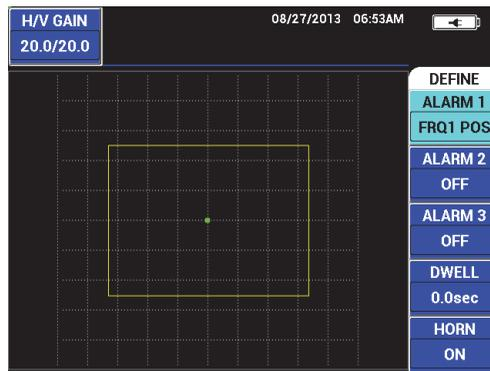

Figura 5-243 Polaridad de alarma
1. Pulse la tecla de función A y, después, utilice la rueda de ajuste para seleccionar la polaridad de alarma. Después de haber seleccionado la polaridad, la alarma en forma de cuadrado aparece en la pantalla. Vea la Figura 5-243 en la página 326.